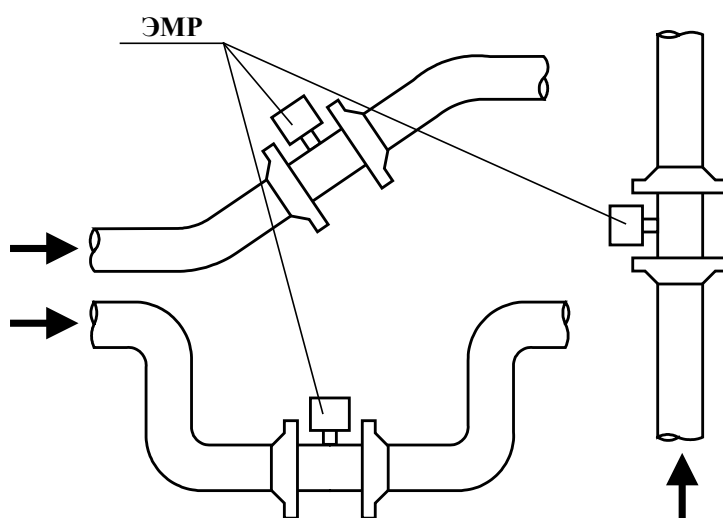

Рис. 1. Рекомендуемые места установки ЭМР.
- в месте установки расходомера в трубопроводе не должен скапливаться воздух – ЭМР не должен располагаться в верхней точке участка трубопровода, а также в трубопроводе с открытым концом; наиболее подходящее место для монтажа (при его наличии) – нижний либо восходящий участок трубопровода (рис.1);